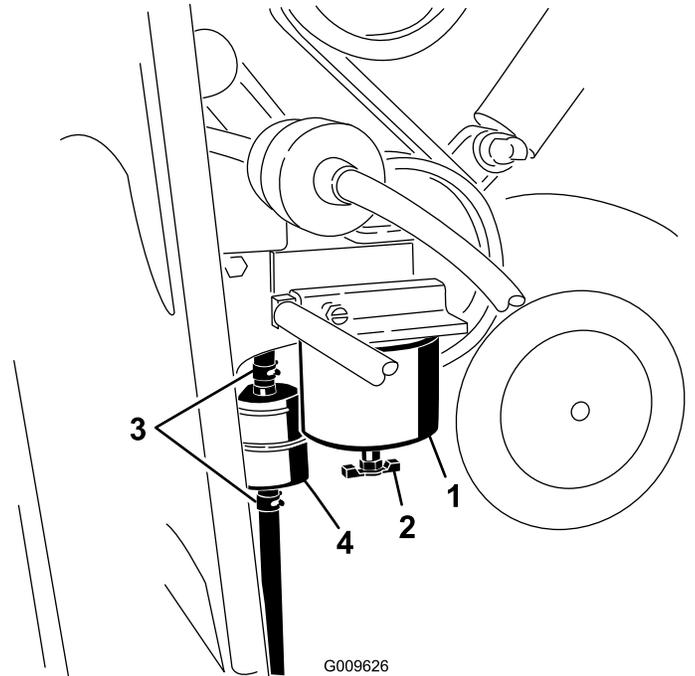

Bild 40
1. Ermitteln Sie den Kraftstofffilter an der rechten Seite des Motors (Bild 40) und stellen Sie einen sauberen Behälter unter den Filter.
1. Ermitteln Sie die Kraftstofffilter an der rechten Seite des Motors (Bild 40) und stellen Sie einen sauberen Behälter unter den Filter.
2. Reinigen Sie den Anbaubereich der Filterglocke (Bild 40).
3. Entfernen Sie die Filterglocke und reinigen die Kontaktfläche (Bild 40).
5. Drehen Sie die Filterglocke per Hand, bis die Dichtung die Kontaktfläche berührt. Ziehen Sie sie dann um eine weitere 1/2 Umdrehung fester (Bild 40).
6. Ermitteln Sie den Inlinefilter hinter der Kraftstofffilterglocke (Bild 40) und achten Sie auf die Richtung des Flusspfeils an der Seite des Inlinefilters.
7. Öffnen Sie die Klemmen an jedem Ende des Inlinefilters und schieben die Schläuche herunter (Bild 40). Werfen Sie den Filter weg.
8. Schieben Sie die Schläuche auf das Ende des neuen Filters (Bild 40), stellen Sie sicher, dass der Pfeil am Filter in dieselbe Richtung wie am alten Filter zeigt.